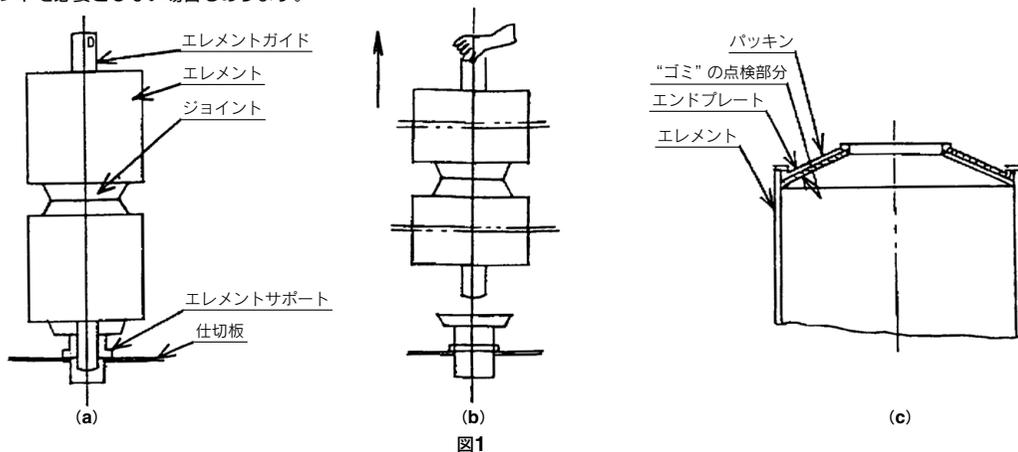

図1
またELEMENT取付け金具を取出した後、図1の要領でELEMENTガイドを取出すことによりELEMENT、ジョイントを一括して取出すことができます。
- ① マイクロメッシュELEMENT [円筒およびプリーツ (球面パッキンを使用していないもの)] および焼結ELEMENTの場合はエンドプレートとパッキンの間のゴミを必ず完全に除去してください。[図1の(c)参照]
※ELEMENT重ね数が2~3段の場合はあらかじめELEMENTガイドにELEMENT、ジョイントをセットしたものをELEMENTサポートに取付ける事もできます。[図1参照 取出す時の逆の要領]